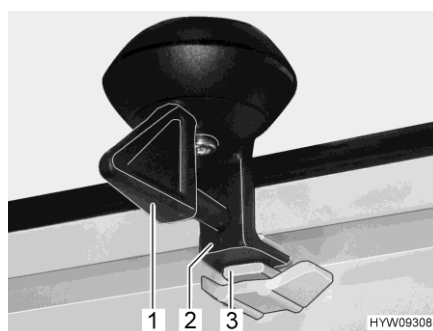

Fig. 82 Verrouillage (position de ventilation)
- Tourner le levier (Fig. 82,1) d'un quart de tour. Le dispositif de verrouillage (Fig. 82,2) doit pénétrer dans le logement supérieur (Fig. 82,3).